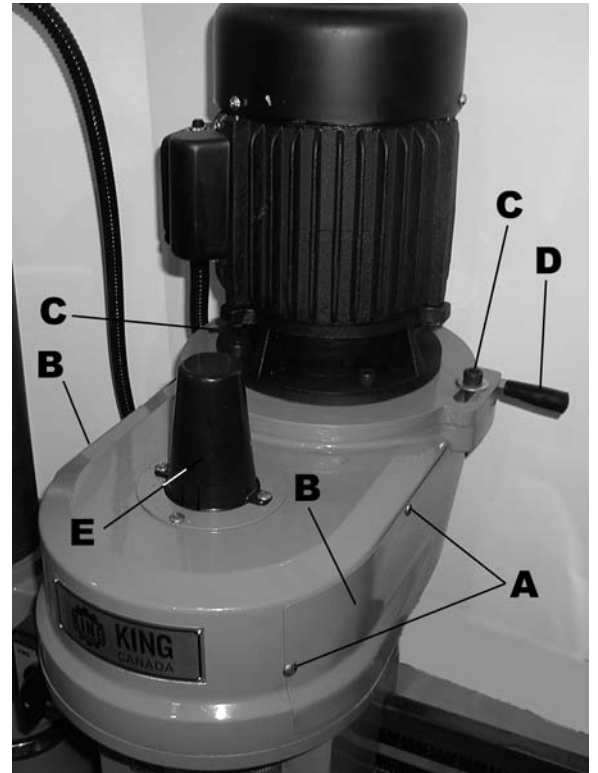
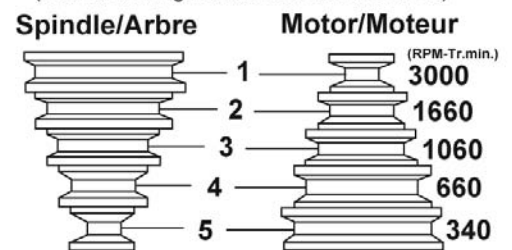

FIGURE 4
FIGURE 5
- 2) Retirez les deux plaques (B) Fig.4 du côté gauche et droite en dévissant les vis à tête rondes (A).
- 3) Desserrez les deux boulons à tête cylindrique (C) et tirez sur la poignée de tension (D) pour relâcher la tension de la courroie.
- 4) Choisir la vitesse nécessaire en vérifiant le tableau des vitesses Fig.5 ou sur la plaque à l'avant de la machine. Placez la courroie autour de la poulie de l'arbre et du moteur dans les rainures appropriées. Poussez vers l'arrière la poignée de tension et resserrez les deux boulons à tête cylindrique (C).
- 5) Remplacez les deux plaques (B) en place.
Retirez le couvercle conique (E) Fig.4 en dévissant les trois vis de fixation. À l'intérieur, desserrez le boulon de l'arbre sur le dessus de la tige de l'arbre en le tournant deux tours. Donnez des petit coups sur le dessus du boulon de l'arbre en utilisant une maillet. Une fois dégagé, tenir l'arbre du mandrin dans une main et retirez le boulon de l'arbre avec l'autre main.